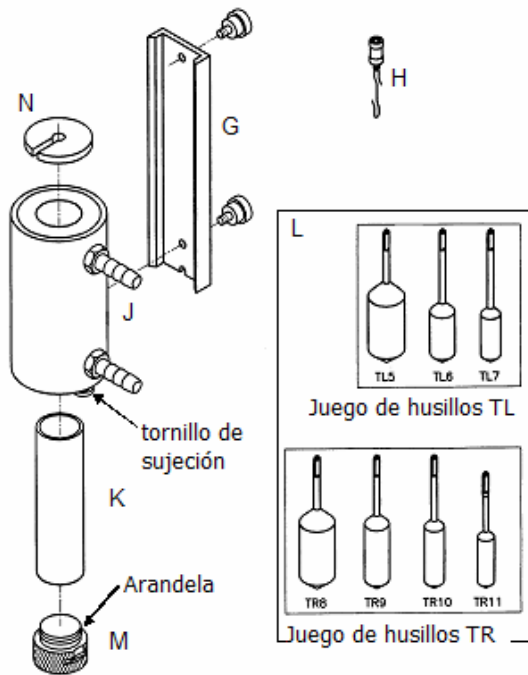

Fig.11 Parties de l'accessoire APM
- Fixé le jaquette de circulation (J) au connecteur (G) (Figure 11).
- Fixez le connecteur (G) au viscosimètre (au trou qui se trouve dans le dos du vase métallique).
- Placez le crochet (H) au mobile (L)
- Insérez le mobile (L) dans le jaquette de circulation, et attachez-la avec l'axe du viscosimètre en le faisant tourner dans le sens horaire.
- Fermez le conteneur de l'échantillon (K) avec le tampon inférieur (M).
- Insérez le conteneur (K) par la partie inférieure, dans le manchon de circulation (J).
- Emboîtez le mobile de fixation dans la fente du tampon inférieur (M), le tournant dans le sens horaire.
- Mettez le tampon supérieur (N) dans le conteneur de l'échantillon.